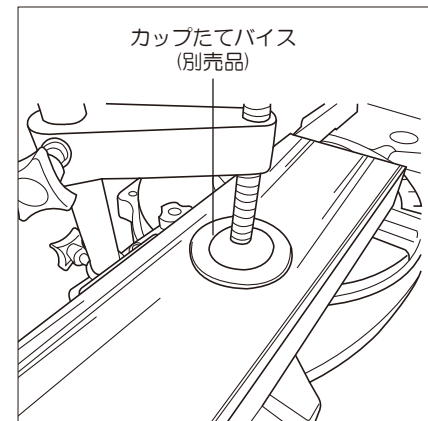

図30
①切断材が口形で幅が広い材料の押さえに使用します。(図 30 参照)